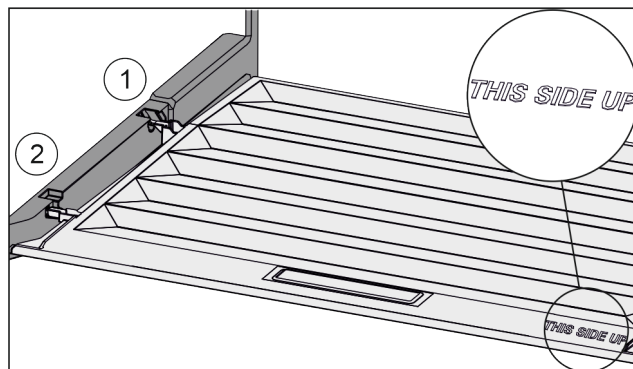

Fig. 44
- ▶ Introduire les rainures du couvercle par l'orifice du support arrière Fig. 44 (1) et les enclencher à l'avant dans le support Fig. 44 (2).